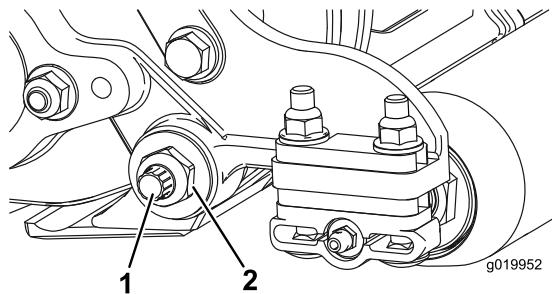
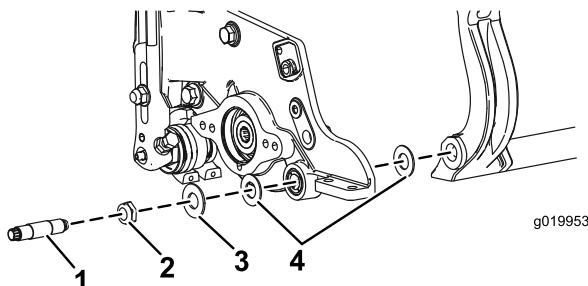
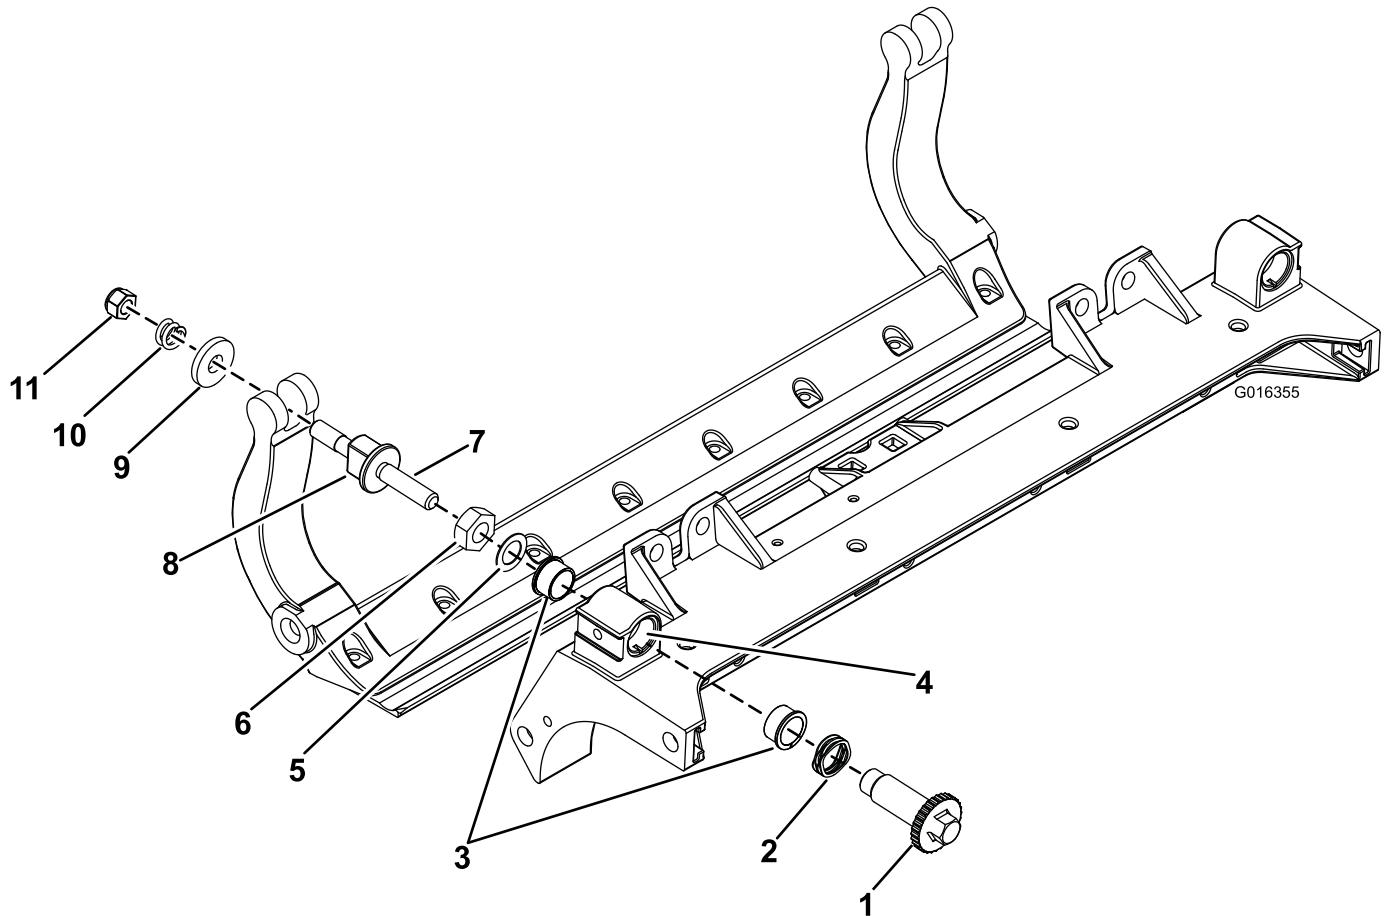

Figura 26
Figura 27
Figura 29
3. Desaperte a porca de bloqueio que segura a cavilha da barra de apoio, em cada um dos lados da máquina (Figura 26).
3. Remova cada uma das cavilhas da barra de apoio, de modo a permitir puxá-la e retirá-la da máquina (Figura 26). Guarde as duas anilhas de nylon e a anilha de aço prensado de cada uma das extremidades da barra de apoio (Figura 27).
4. Remova cada uma das cavilhas da barra de apoio, de modo a permitir puxá-la e retirá-la da máquina (Figura 26). Guarde as duas anilhas de nylon e a anilha de aço prensado de cada uma das extremidades da barra de apoio (Figura 27).
2. Fixe a barra de apoio a cada um dos lados da placa lateral com as cavilhas (porcas flangeadas nas cavilhas) e com as 6 arruelas. Deve colocar uma anilha de nylon em cada um dos lados da placa lateral. Coloque uma arruela de aço no exterior de cada uma das arruelas de nylon (Figura 27). Aperte os parafusos com 37-45 Nm. Aperte as porcas de bloqueio de forma igual em cada lado até que não consiga rodar as arruelas de aço exteriores à mão. Em seguida, desaperte as porcas de bloqueio até que as arruelas de aço exteriores possam ser rodadas à mão, e a folga da barra de suporte seja removida.
9. Fixe a barra de apoio a cada um dos lados da placa lateral com as cavilhas (porcas flangeadas nas cavilhas) e com as 6 arruelas. Deve colocar uma anilha de nylon em cada um dos lados da placa lateral. Coloque uma arruela de aço no exterior de cada uma das arruelas de nylon (Figura 29). Aperte os parafusos com 27-45 Nm. Aperte as porcas de bloqueio de forma igual em cada lado até que não consiga rodar as anilhas de aço à mão. Em seguida, desaperte as porcas de bloqueio até que as arruelas de aço exteriores possam ser rodadas à mão, e a folga da barra de suporte seja removida (Figura 27).
1. Retire todas as peças (consulte as *Instruções de instalação* do Kit DPA HD Modelo n.º 120-7230 e Figura 29).
2. Aplique Never Seize no interior da área dos casquilhos na estrutura central da unidade de corte (Figura 29).
3. Alinhe as chaves nos casquilhos das flanges com as ranhuras na estrutura e instale os casquilhos (Figura 29).
4. Instale uma anilha ondulada no veio do ajustador e deslize o veio do ajustador para os casquilhos da flange na estrutura da unidade de corte (Figura 29).
5. Prenda o veio ajustador com uma anilha plana e porca de bloqueio (Figura 29). Aperte a porca de bloqueio com 20 a 27 Nm.